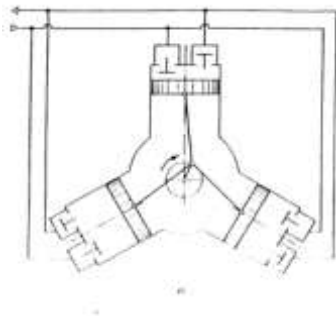

Рис. 2.1. Схемы поршневых компрессоров: а - одноступенчатого одностороннего действия; б - одноступенчатого двустороннего действия
Выбор типа компрессора зависит от потребного расхода воздуха и рабочего давления. Основные типы компрессоров и техническая характеристика представлены в таблице. Поршневой компрессор возвратнопоступательного движения (рис. 2.1) сжимает воздух, поступающий в его рабочий объём через всасывающий клапан, а через напорный клапан подает его в пневмосеть. Для получения большего давления применяют многоступенчатые компрессоры.
2. Зарисовать схемы поршневых компрессоров (рис. 2.1 а) уметь объяснить их принцип действия.